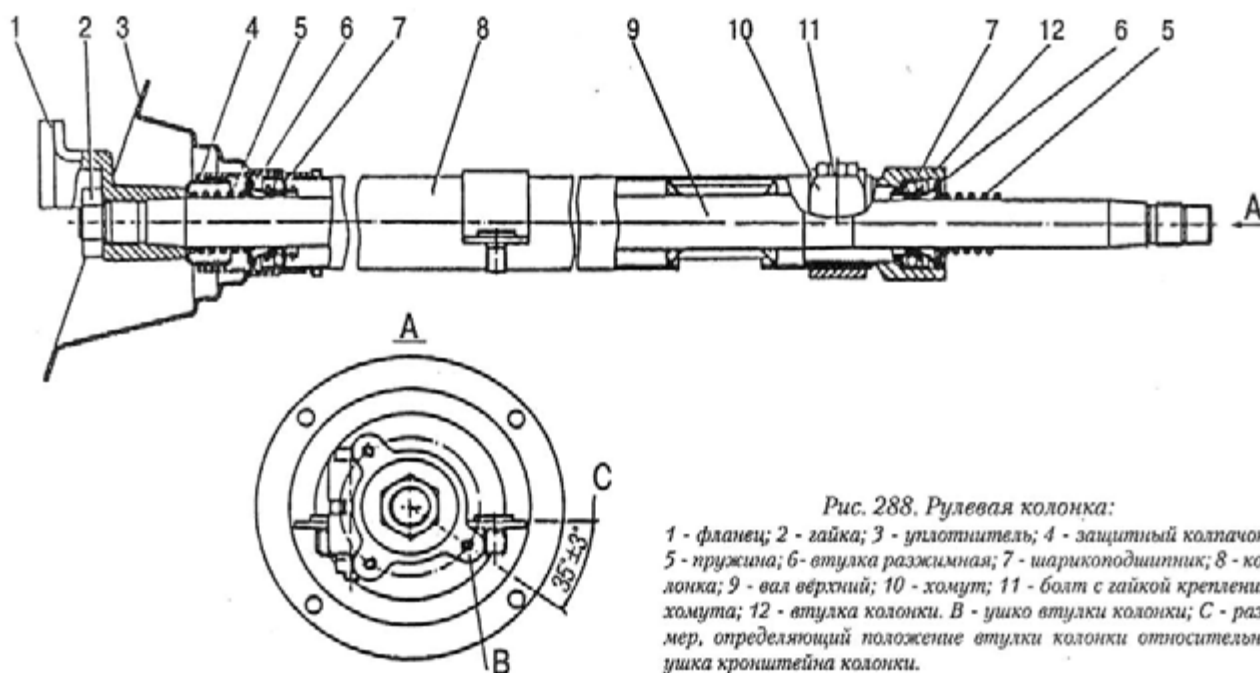

Рис. 288. Рулевая колонка:
- отвернуть гайку 2 (рис. 288) и легкими ударами медного или алюминиевого молотка снять с вала 9 руля фланец 1;
- отвернуть гайку болта 11 (рис. 288) крепления хомута 10 на колонке 8, снять хомут и втулку колонки 12 с колонки и пружину 5 с вала руля;
- Установить колонку 8 (см. рис. 288) в тиски и закрепить ее в горизонтальном положении за ушко хомута колонки;